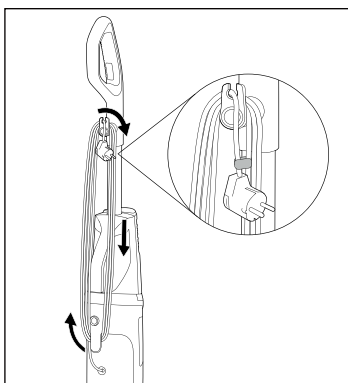

Fig. 3
- ◆ Avvolgere completamente il cavo di alimentazione **17** intorno ai portacavo superiore e inferiore **16/20** (vedere fig. 3).